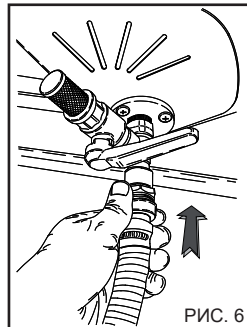

РИС. 6
Подключите шланг для подачи инертного средства к штуцеру на основании бункера (рис. 6).
7) В зависимости от вида производимой мойки отрегулируйте поток инертного средства при помощи крана, расположенного в основании бункера, рис. 6.